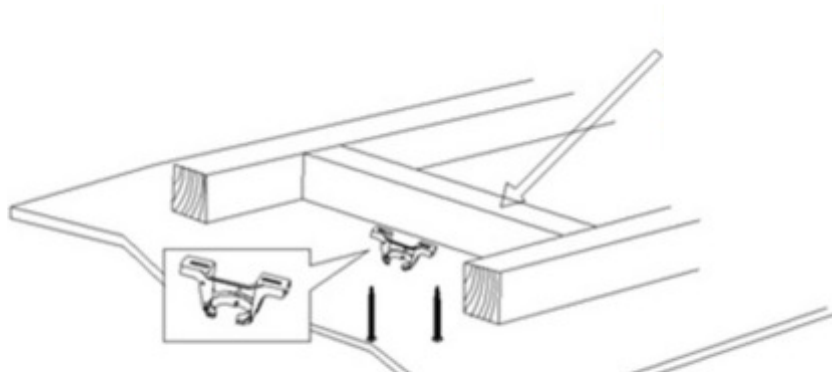

Afb. 1
- Controleer of alle onderdelen aanwezig zijn. U zou het volgende moeten hebben, zoals weergegeven in afb.1: